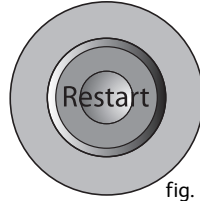

fig. 7
- Rebranchez le générateur. Appuyez sur la touche "Restart" de redémarrage - fig.7, située sur le tableau de bord, pour poursuivre votre repassage. Quand le voyant vert reste allumé, la vapeur est prête.